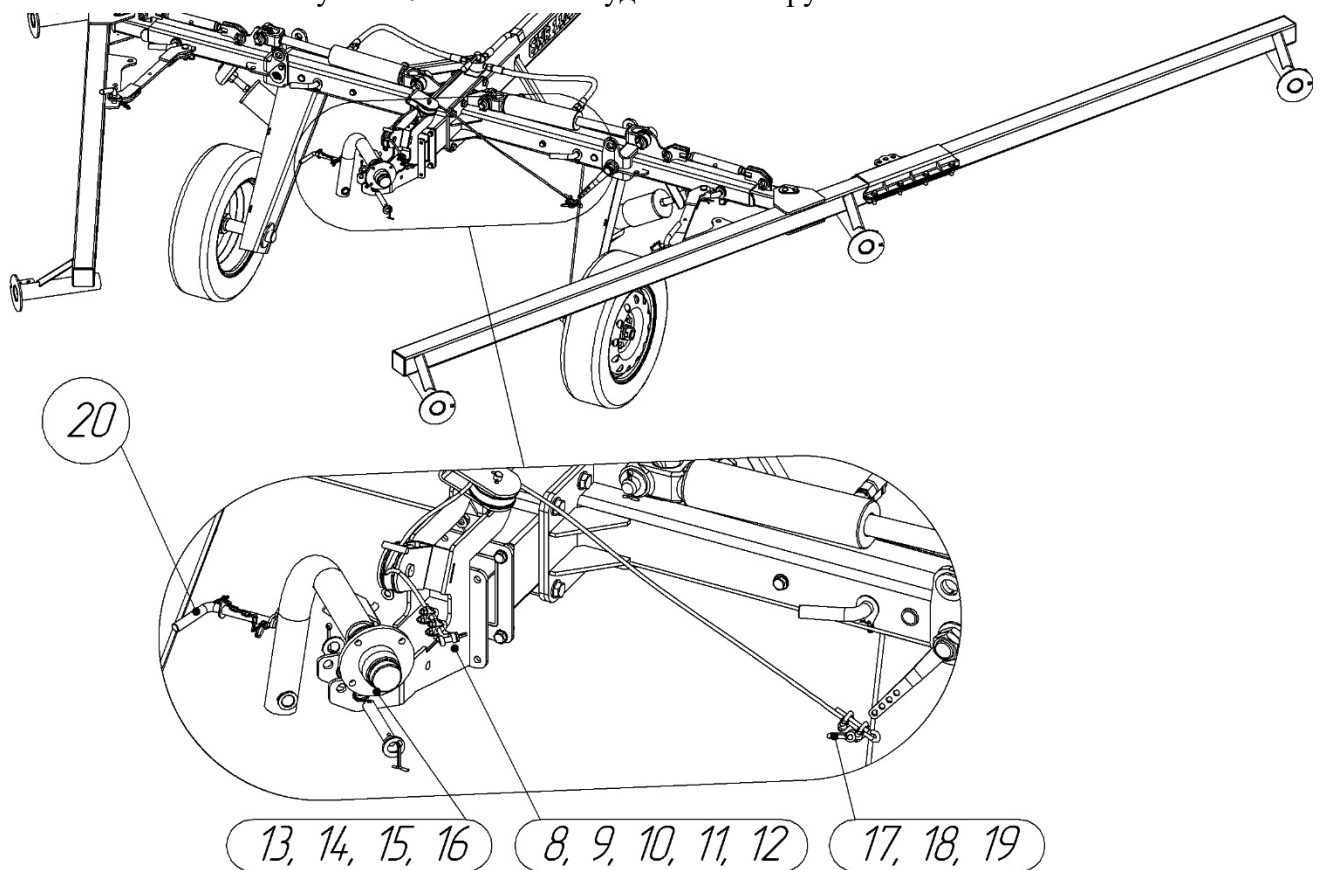

Рисунок 11 – Установка механизма среднего колеса
Установите кронштейна среднего колеса (6), и зафиксируйте болтами М10х35 (7, 8, 9, 10), на балку несущую (рисунок 11). Для привода механизма среднего колеса (6) в движение пропустите один конец троса через систему роликов на механизме среднего колеса (6) и используя зажим троса (13) сформируйте на конце петлю для соединения колена среднего колеса через такелажную скобу М8 (12). На втором конце троса образуйте петлю используя зажимы троса (13) и зацепите к кулаку поворотному правому с рычагом подъема через такелажную скобу М8 (18). При необходимости отрегулируйте длину троса.